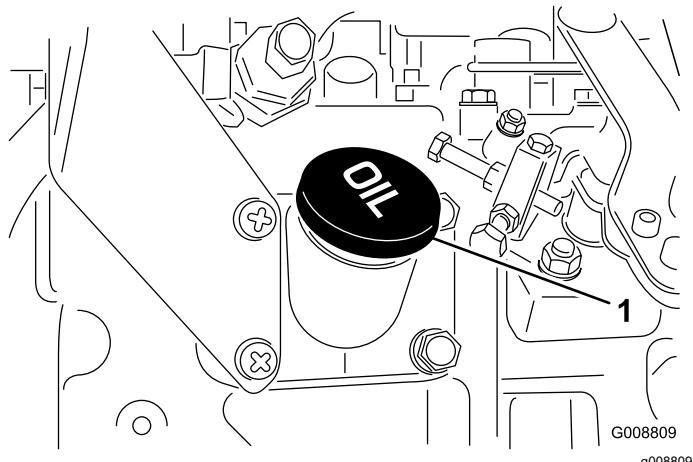

Рисунок 36
- Если масло ниже допустимого уровня, снимите крышку маслозаливной горловины (Рисунок 36) и добавляйте масло до тех пор, пока его уровень не достигнет отметки Full (Полный).